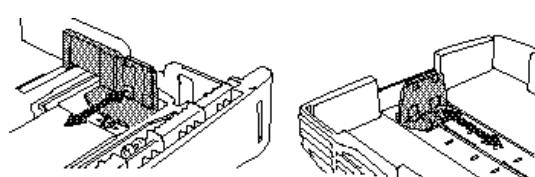

图 2-14
- (1) 将纸盒全部从打印机中拉出。
- (2) 将纸张导板调整到纸张大小位置（图 2-14）。